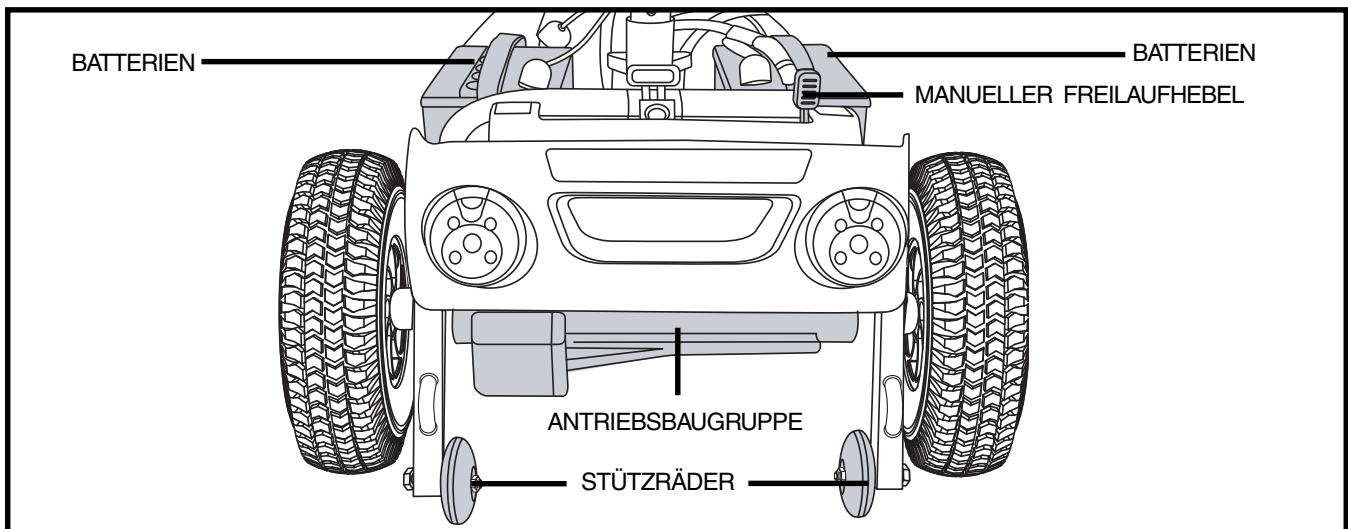

Abb. 8. Heckteil
Die Batterien, der Hauptunterbrechungsschalter (Rücksetzschalter), der manuelle Freilaufhebel, die Stützräder und die Motor-/ Getriebebaugruppe befinden sich im hinteren Teil Ihres Elektromobils. **Siehe Abb. 8.**
- Der manuelle Freilaufhebel befindet sich am Ende der Antriebsbaugruppe, rechts am Heck Ihres Elektromobils. **Siehe Abb. 8.**